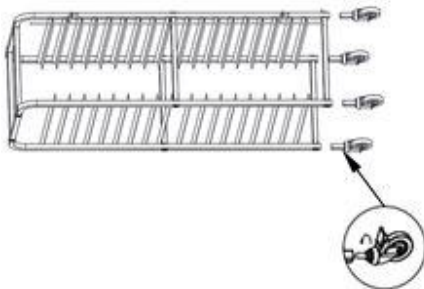

Fig. 2:
10. Enfin, visser les roulettes de direction dans les tubes carrés des pièces latérales. (Fig. 2)